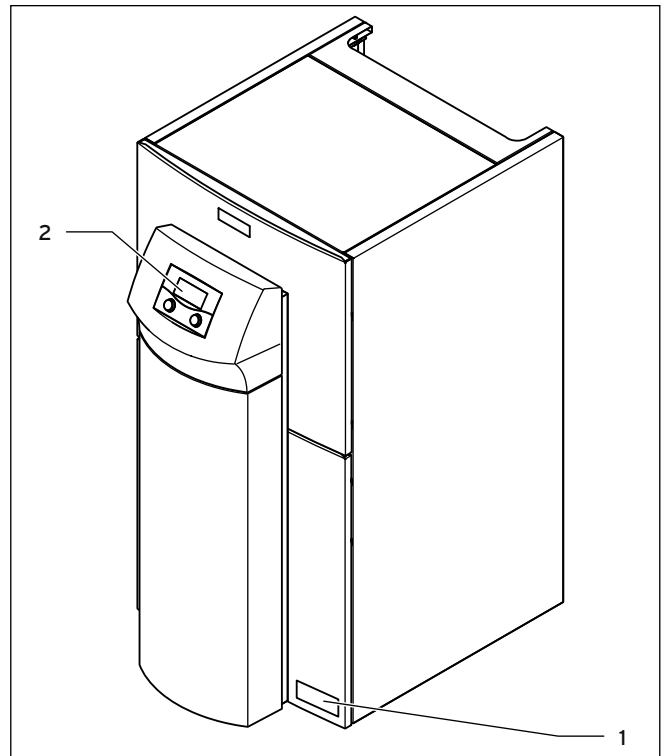

Fig. 3.1 Indeenheden set forfra
- Varmepumpens (indeenheden) 10-cifrede artikelnummer fremgår af mærkatet (→ **fig. 3.1, pos. 1**), der sidder i nederste højre hjørne af frontkabinettet. Den fremgår desuden også af serienummeret fra det 7.-cifrer.